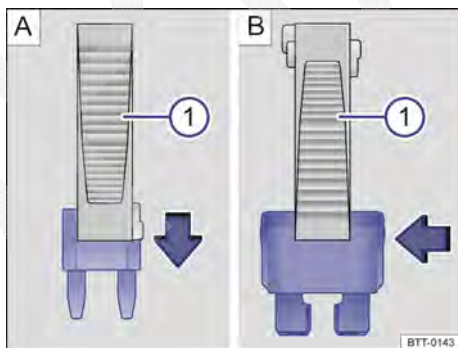

Fig. 217 Remover ou instalar um fusível com a garra da pinça de plástico ⓘ.
- Se necessário, retirar a pinça de plástico → Fig. 217 ① da cobertura da caixa de fusíveis.
- Em caso de *fusíveis pequenos*, encaixar a garra ① por cima → Fig. 217 A.
- Em caso de *fusíveis maiores*, empurrar a garra ① lateralmente sobre o fusível → Fig. 217 B.
- Caso o fusível esteja queimado, substituir o fusível por um novo da *mesma* intensidade (mesma cor e inscrição) e do *mesmo* tamanho → ①.